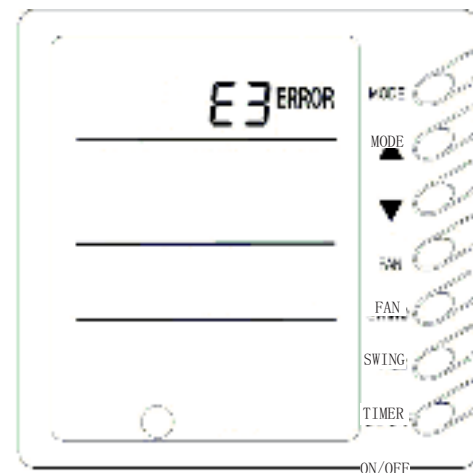

Рис.4.17
9. Индикация неисправностей (Рис.4.17)